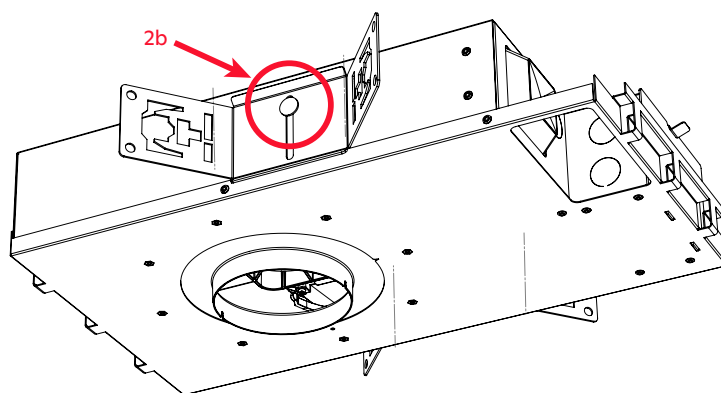

fig. 7
- b. Passez le boulon du support dans le trou situé sur le côté du boîtier (voir la fig. 7).